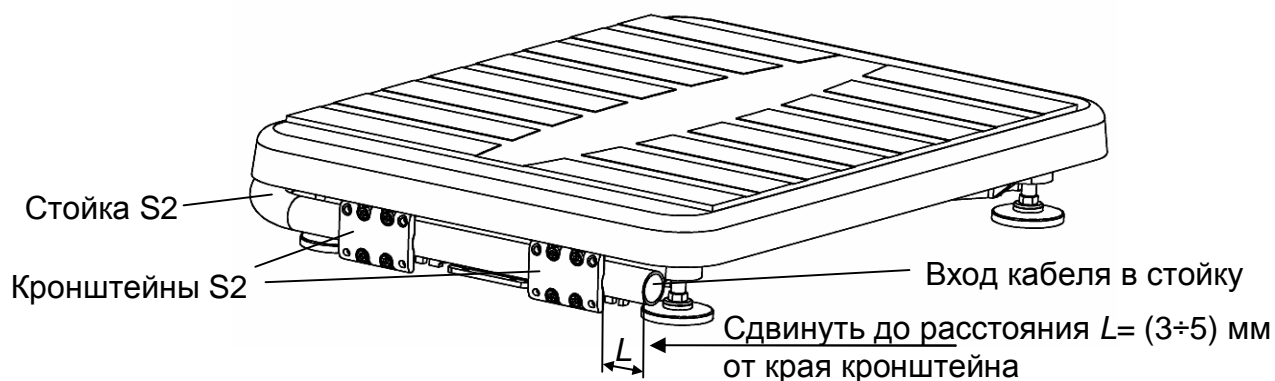

Рисунок 6.2 - Крепление круглой вращающейся стойки к основанию весовой платформы
- в основании весов сдвинуть стойку в направлении указанном стрелкой (рисунок 6.2), обеспечив расстояние  $L = (3\div 5)$  мм от ее края до края кронштейна;
- излишек кабеля на входе в стойку (рисунок 6.2) заправить внутрь стойки.